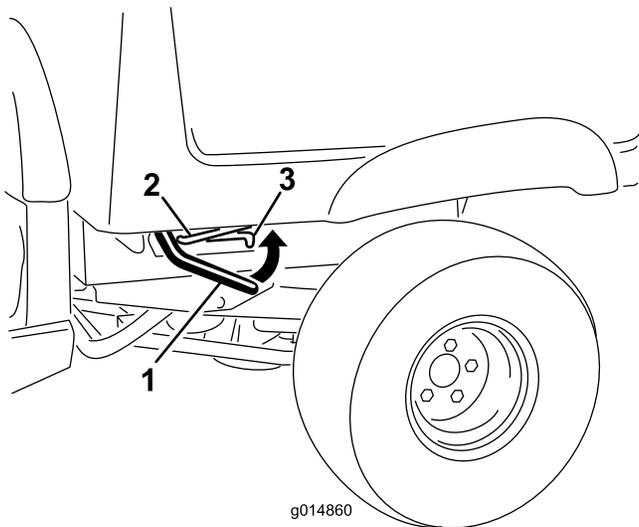

Figura 13
1. Levante la palanca situada en cada lado de la plataforma y eleve la plataforma (Figura 13).
1. Eleve la plataforma de carga levemente tirando hacia arriba de la palanca de enganche (Figura 13).